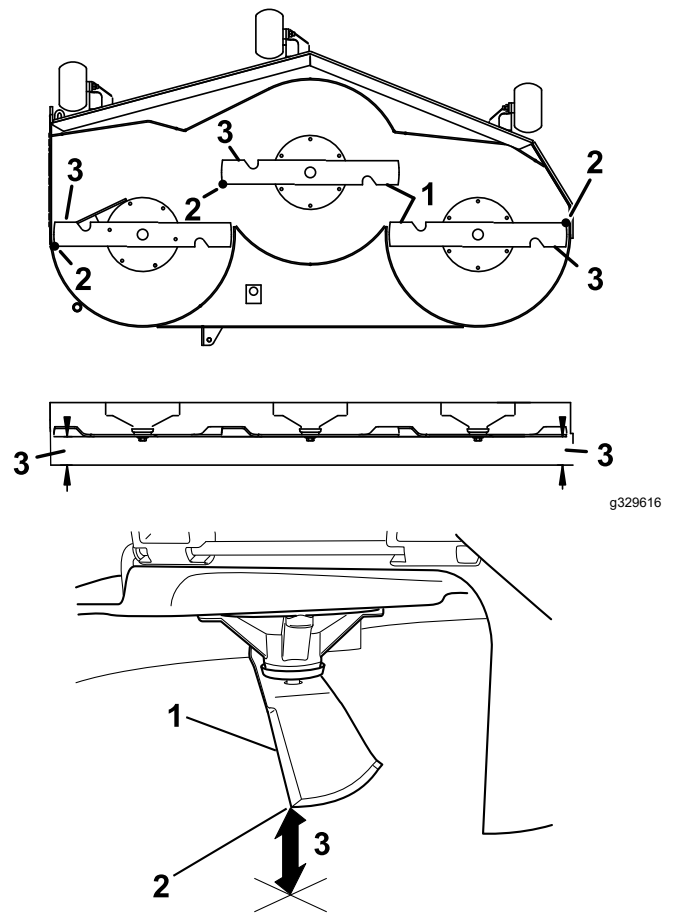

Figura 77
6. Misurate tra la punta della lama e la superficie piana (Figura 77). Se entrambe le misurazioni non rientrano nei 5 mm, regolate il livellamento; continuate la procedura.